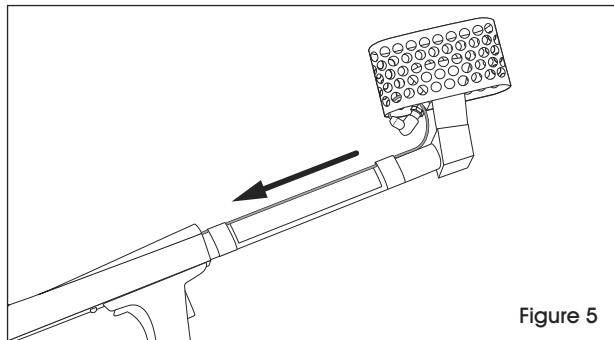

Figure 5
5. Placez le tube-rallonge sur le pistolet n° 975, comme illustré. (Voir Figure 5) Poussez le tube-rallonge au-delà du joint torique pour assurer un raccordement étanche. Appliquez l'adhésif Loctite 222MS sur les trous filetés avant de replacer les vis.